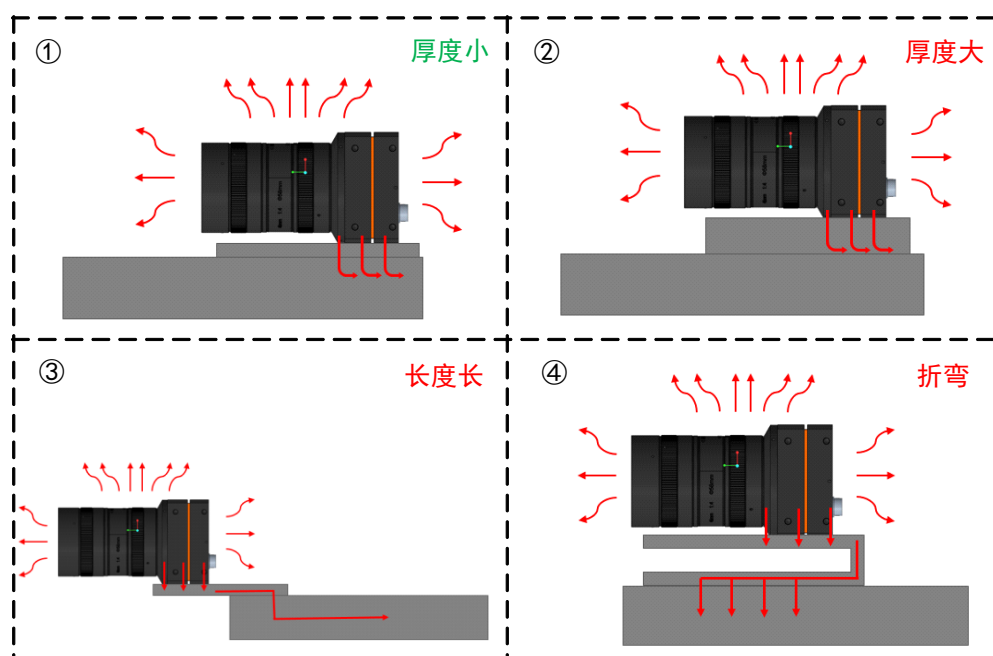

图4-6 不同安装方式的导热路径
如图 4-6 中安装方式①和②所示，建议使用厚度更薄的安装件，缩短相机通过安装件的导热路径。
如图 4-6 中安装方式③和④所示，避免使用长度延长以及折弯的安装件，增加相机通过安装件的导热路径。